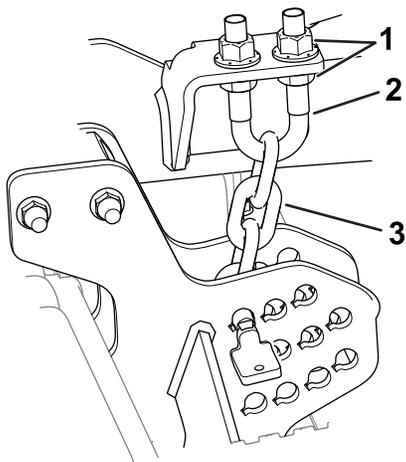

Figure 7
7. Desserrez les écrous de blocage inférieurs sur l'étrier fileté de la chaîne de hauteur de coupe (Figure 7).
8. Ajustez les écrous (Figure 7) pour lever ou abaisser l'arrière de l'unité de coupe et régler les pointes des lames arrière de 6 à 10 mm plus haut que les pointes avant.